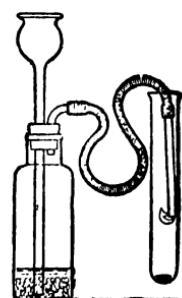

Рис. 40. Горение водорода в кислороде.
■ **Опыт 3.** Нагрейте в пробирке смесь бертолетовой соли с двуокисью марганца или несколько кристалликов марганцовокалиевой соли, выделяющейся при нагревании кислородом. Когда тлеющая лучинка будет вспыхивать у отверстия пробирки, опустите в неё на очень короткое время трубку (рис. 40), у конца которой горит пламя водорода (не забудьте *испытать чистоту водорода!*). Водород ярко горит в кислороде. На холодных стенках пробирки оседают капли воды. ■